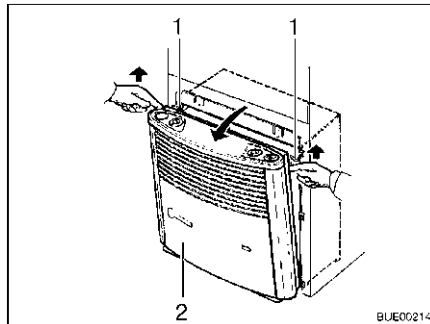

Fig. 125 Rimozione della copertura del riscaldamento
- Rimuovere la copertura del riscaldamento (Fig. 125,2). Tirare verso l'alto, in avanti la copertura, spingere verso l'alto le molle di sostegno (Fig. 125,1) e ribaltare la copertura in avanti.